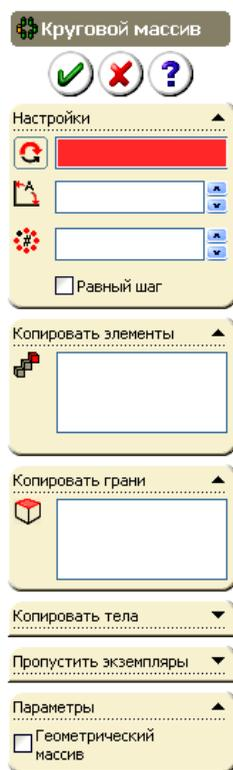

Рис. 3.9. Диалоговое окно
5. В появившемся диалоговом окне (рис. 3.9) указать следующие параметры:
6. Завершить создание массива, нажав кнопку . Рис. 3.9. Диалоговое окно